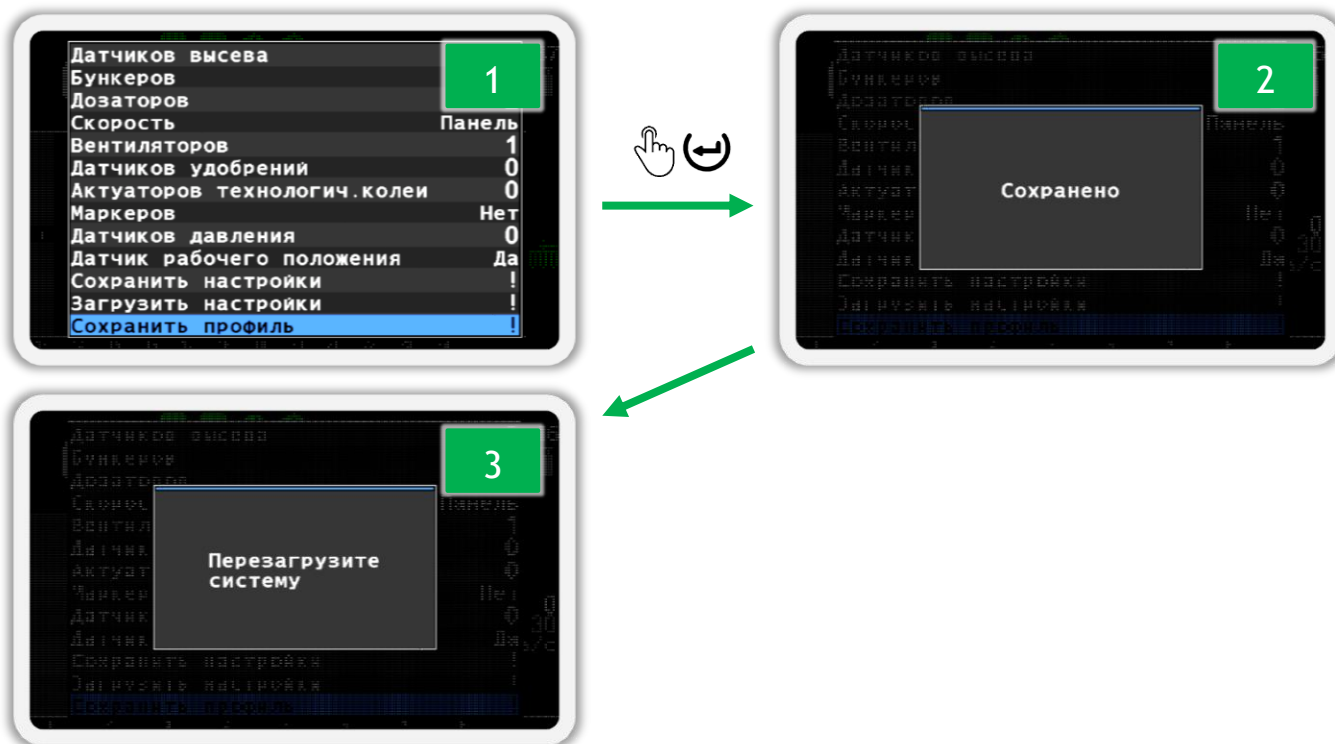

Рисунок 67
- После того, как вы настроите параметры профиля панели оператора в соответствии с комплектацией вашей системы, перейдите к пункту меню  «Сохранить профиль» (см. Рисунок 67 п.1) и нажмите кнопку  «Меню». Если все настроено правильно, то в результате вы увидите первое сообщение «Сохранено» (см. Рисунок 67 п.2), а следом за ним сообщение «Перезагрузите систему» (см. Рисунок 67 п.3).